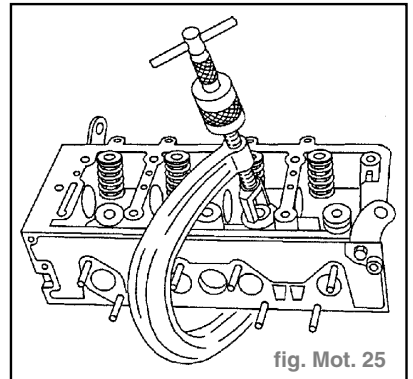

fig. Mot. 25
- l'arbre à cames (2),
- Déposer les soupapes à l'aide d'un lève-soupapes. (fig. Mot. 25)